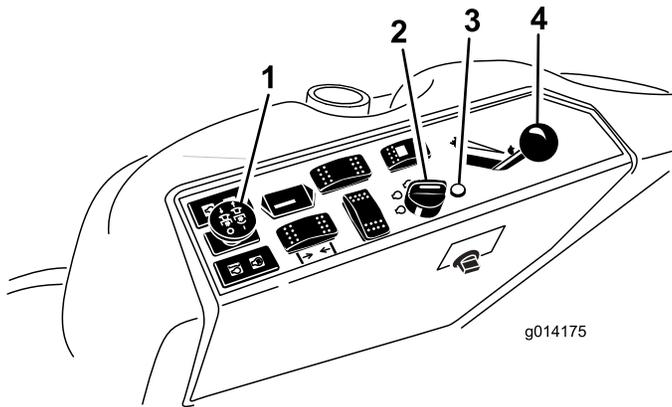

Figure 21
4. Placez la commande de prise de force (PDF) en position DÉSENGAGÉE (Figure 21).
5. Réglez la commande d'accélérateur à mi-course entre les positions HAUT RÉGIME et BAS RÉGIME (Figure 21).